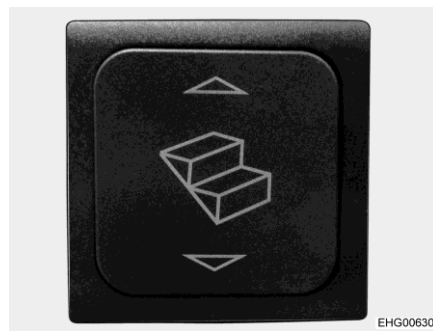

Fig. 6 Commutateur de commande du marchepied
- Appuyer sur le commutateur à bascule (Fig. 6) vers le bas jusqu'à ce que le marchepied soit entièrement sorti.
- Appuyer sur le commutateur à bascule (Fig. 6) vers le haut jusqu'à ce que le marchepied soit entièrement ressorti.